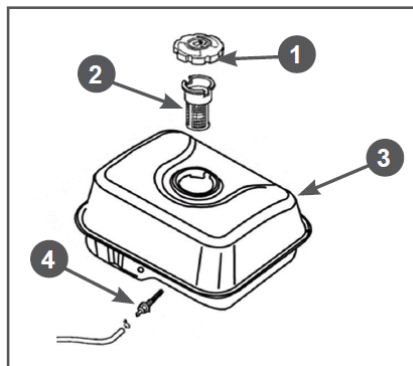

Рис. 20 Топливные фильтры
устанавливается в заливной горловине топливного бака. Второй фильтр конструктивно объединен со штуцером топливного бака и установлен внутри бака (Рис. 20).
менно с очисткой топливного бака необходимо проверять и очищать фильтр 4, установленный внутри бака (Рис. 20). Поврежденный или сильно загрязненный фильтр необходимо заменить.
3. Выкрутите из топливного бака выходной штуцер 4 и произведите его очистку (Рис. 20). Внимательно осмотрите сетчатый фильтр. При обнаружении механических повреждений замените штуцер топливного бака.